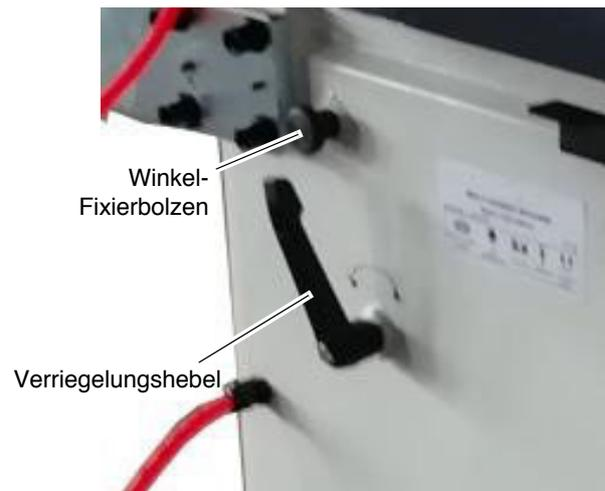
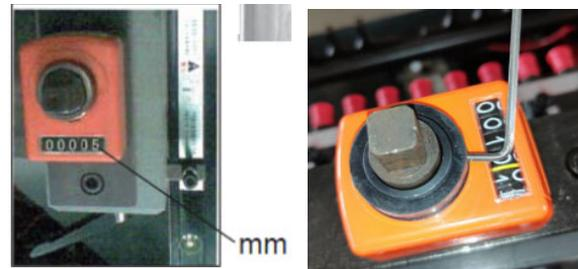

Abb. 13: Bohreinheit
Abb. 25: Digitalanzeige zurücksetzen
Schritt 1: Stellen Sie sicher, dass der Verriegelungshebel (Abb. 13) an der Seite des Gerätes angezogen ist, bevor die Druckluft angeschlossen wird, um ein plötzliches Anheben des Bohrkopfes zu verhindern.
Bitte beachten Sie, dass der Winkel-Fixierbolzen (Abb. 13) zum Anhalten des Bohrkopfes bei 45 Grad für Schrägbohrungen dient.
Schritt 2: Lösen Sie den Verriegelungsgriff (gegen den Uhrzeigersinn drehen) an der linken Seite des Maschinenrahmens (Abb. 13).
Schritt 3: Ziehen Sie den Fixierbolzen (Abb. 13) auf der Maschinenseite heraus.
Schritt 5: Wenn die Bohreinheit die horizontale Position erreicht hat, ziehen Sie den Verriegelungsgriff (Abb. 13) wieder fest. Der Verriegelungshebel sollte immer angezogen werden, außer beim Kippen des Bohrkopfes.
Schritt 3: Ziehen Sie die Kontermutter an der Anschlagsschraube wieder fest. Ziehen Sie bei Verwendung des 45-Grad-Anschlags immer den Verriegelungshebel (Abb. 13) fest.
Schritt 7: Fixieren Sie die Bohreinheit in dieser Position durch Anziehen des Verriegelungshebels (Abb. 13).
Schritt 1: Wenn sich die Bohreinheit noch in horizontaler Position befindet und die 10-mm Stangen noch auf der Spindel sitzen, senken Sie die Spindel mit dem Handgriff ab, bis eine 0,15-mm-Fühlerlehre gerade zwischen der Stange und der Tischoberfläche berührt wird. An diesem Punkt ist der Abstand von der Mitte der Spindel (oder Stange) zur Tischoberfläche 5 mm. Daher sollte die mechanische Digitalanzeige 5 mm anzeigen (Abb. 25 links). Wenn die Anzeige nicht 5 mm anzeigt, fixieren Sie die Bohreinheit, indem Sie den Feststellhebel anziehen (Abb. 13).
Schritt 2: Lösen Sie den Gewindestift (Abb. 25 rechts) mit einem 2,5-mm Inbusschlüssel. Drehen Sie den Stellring, bis die Anzeige 5 mm anzeigt.